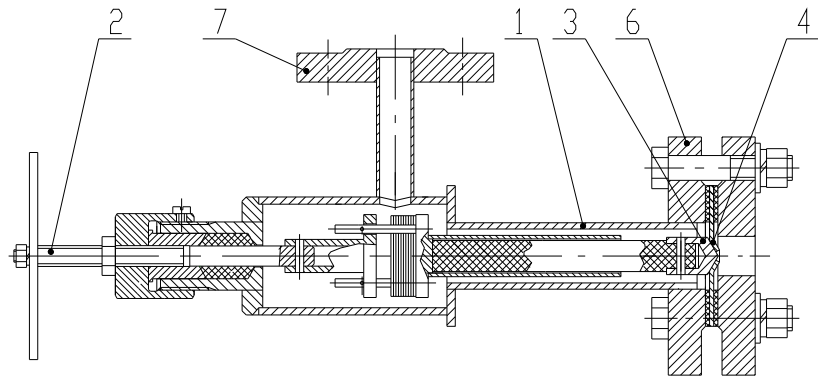

Рисунок 1
4.1. К/О (см. рисунок 1,2,3,4,5) состоит из корпуса 1 с встроенным седлом 4 и с присоединительными фланцами 6 и 7, настроечного винта 2. Внутри корпуса смонтированы термочувствительный клапанный блок 3 с пакетом биметаллических пластин и плоских пружин.